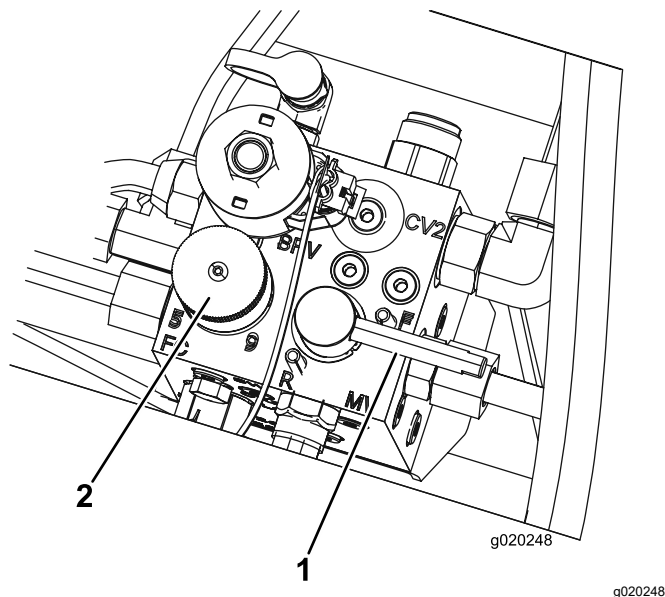

Figura 81
5. Defina o controlo da velocidade dos cilindros para a posição 1 (**Figura 81**).
6. Mova a alavanca de retificação para a posição R (**Figura 81**).